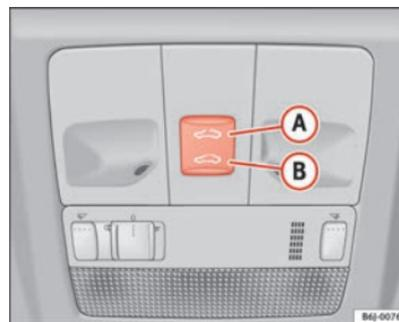

Fig. 51 Techo panorámico / deflector
- Pulse y mantenga pulsado el botón **(B)** ⇒ fig. 51 ⇒ , el techo realiza el movimiento de cerrado hasta que se suelta el botón.